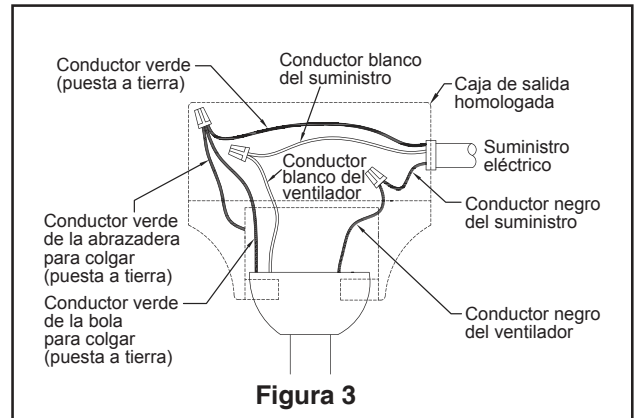

Figura 3
### Profunda caja con aparato ortopédico (Figura 3)
3. El ventilador viene con cables blancos y negros y con el cable de seguridad. Separe y desdoble dichos cables y colóquelos a través de la varilla hueca. Afloje los dos tornillos de fijación del soporte del barral. Instale el barral en el acoplador. Alinee los orificios del pasador en el barral con los orificios del soporte del mismo. (Figura 3)
1. Fije bien la abrazadera para colgar a la caja de salida con los tornillos y las arandelas provistas con la caja de salida. (Figura 3)
2. Una vez realizadas las conexiones, gire los conductores hacia arriba y, con cuidado, colóquelos dentro de la caja de salida; con los conductores blancos y verdes hacia un lado y los conductores negros hacia el otro. Los cables deben separarse, el conductor con conexión a tierra y el conductor con conexión a tierra del equipo hacia un lado de la caja de salida, y el conductor sin conexión a tierra hacia el otro. (Figura 3)
### 3. Para que el ventilador sea funcional, instale las pilas (incluidas) de 23A/12V en el transmisor del mando a distancia. Mientras el ventilador esté apagado. En 60 segundos tras restaurar la electricidad al ventilador, mantenga pulsado el botón "SET" durante 3-5 segundos para configurar el código del receptor. Las luces del ventilador de techo (si están instaladas) parpadearán para indicar que el código del mando ha sido emparejado con el receptor. (Si no se usa durante largos periodos de tiempo, extraiga las pilas para evitar daños al transmisor). Almacene el mando a distancia en un lugar alejado del calor o la humedad excesiva. (Figura 3)